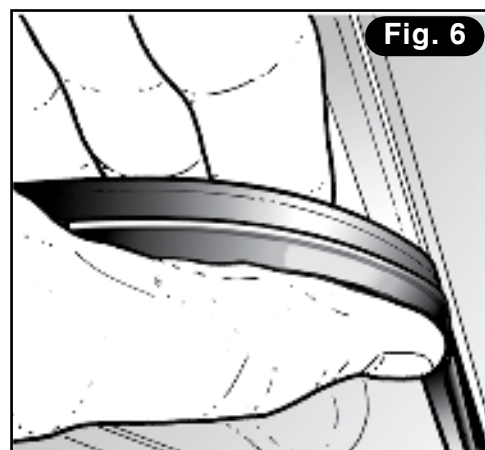

Fig. 6
- 5) En partant du centre de la partie supérieure du siège du couvercle (côté charnière), étendre le joint tout le long du parcours de l'encoche (**Fig. 6**) en prenant soin de :
- 4) Retirer le pivot et incliner le couvercle vers l'arrière, en le plaçant sur un support stable (**Fig.6**).